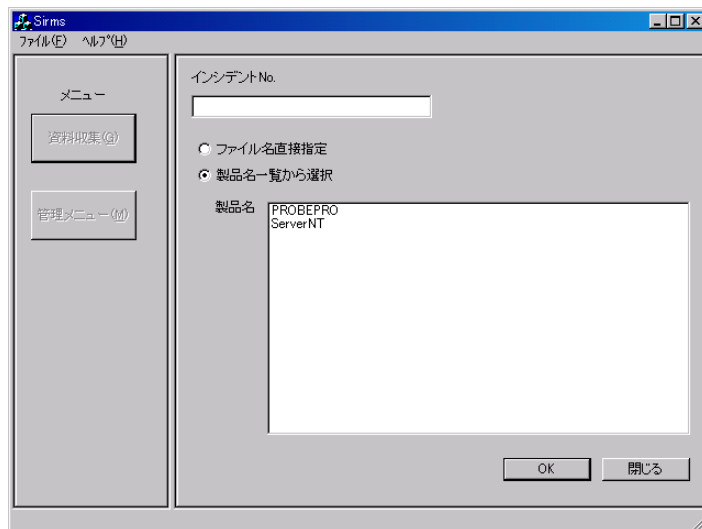

図 5-25 SIRMS 資料収集画面
- 2 [資料収集]をクリックします。SIRMS 資料収集画面(図 5-25)が起動します。